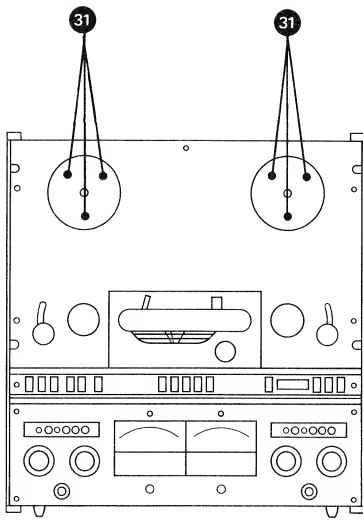

Fig. 2.11.-1
- Spulenteller nach Lösen von 3 Schrauben (31) (Fig. 2.11.-1) abnehmen.